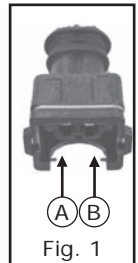

Fig. 1
**Cód. SA144:** se debe utilizar si el positivo de los inyectores gasolina está en el PIN A y el negativo en el PIN B, hacer referencia a la fig. 1.
**Cód. SA144INV:** se debe utilizar si el positivo de los inyectores gasolina está en el PIN B y el negativo en el PIN A, hacer referencia a la fig. 1.
**Cód. SA143:** se debe utilizar si el positivo de los inyectores gasolina está en el PIN A y el negativo en el PIN B, hacer referencia a la fig. 1.
**Cód. SA143INV:** se debe utilizar si el positivo de los inyectores gasolina está en el PIN B y el negativo en el PIN A, hacer referencia a la fig. 1.